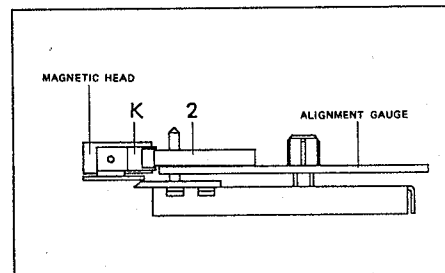

Fig. 3.8
- Die Höhe der Magnettonköpfe ist mit Schraube [J] so einzustellen, dass bei eingelegter Lehre Schieber [2], ohne seitlich zu streifen durch die Bandführung [K] (rechts des Wiedergabekopfes) geschoben werden kann (Fig. 3.8).
- Die Kopfbühne ist mit Schraube [J] (Fig. 3.8) so einzustellen, dass der Wiedergabekopf auf Spalthöhe rechtwinklig zu der Kopfträgerlehre steht. (Dies kann mit Schieber [2] kontrolliert werden. Wenn die angefräste Seite gegen den Wieder-
- With the gauge inserted, the azimuth of the soundheads is to be adjusted with screw [J] in such a manner that slide [2] can be pushed through the tape guide [K] (to the right of the reproduce head) without touching the sides (Fig. 3.8).
- Ajustez la hauteur des têtes magnétiques de façon à ce que le curseur [2] du gabarit puisse passer à travers le guide de bande [K] (à droite de la tête de lecture) sans frotter sur le côté (fig. 3.8).